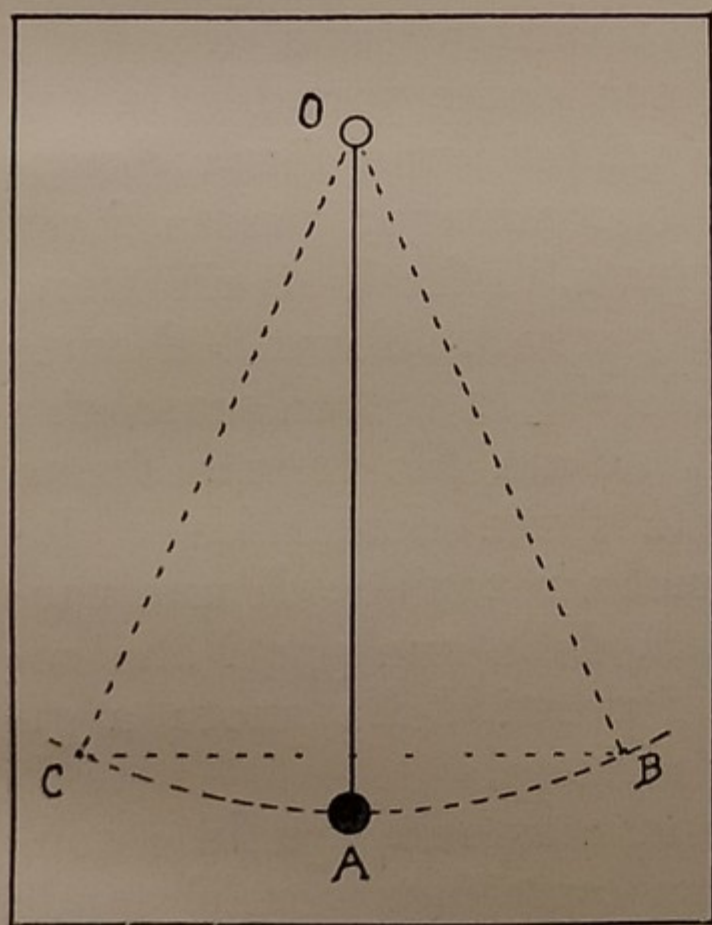

Fig. 40. — MOTO DEL PENDOLO.
36. Il pendolo. — Un'altra grande gloriosa scoperta di Galileo è quella delle leggi fondamentali del pendolo. Il pendolo nella sua forma più semplice è formato da un corpo piccolo e pesante *A* (fig. 40) sospeso con un filo flessibile e sottile ad un punto fisso *O*; ma qualunque